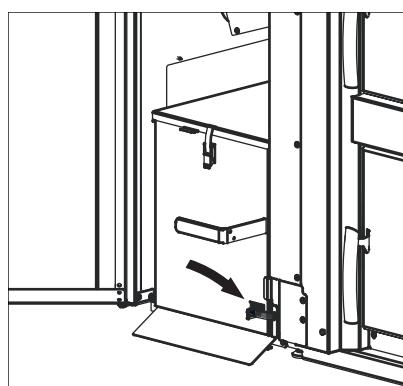

Fig.32 Aprire la chiusura a staffa di fissaggio
- ▶ Allentare la chiusura a staffa di fissaggio inferiore destra – Fig. 32.